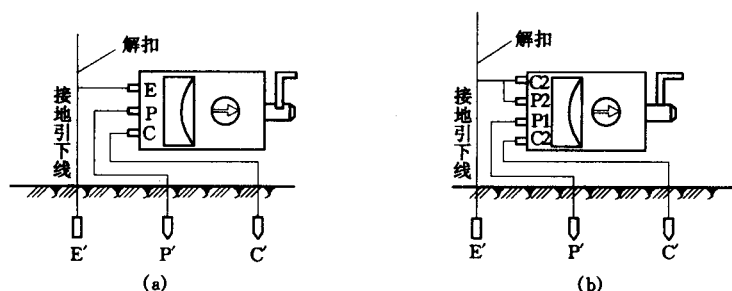

图 1-5 接地电阻测量仪测量接线
(1) 将仪器平放在适当位置,把被测接地装置的接地引下线解扣并与仪表的“E”接线柱相连;在距接地极 E' 为 20m 处插入电位探针 P', 在距 P' 为 20m 处插入电流探针 C', 并使 E'、P'、C' 在一条直线上,如图 1-5 所示。并用绝缘导线将电位探针 P' 与 P 接线柱相连,电流探针 C' 与 C 接线柱相连。